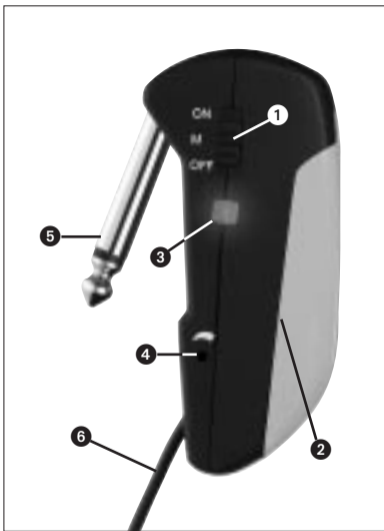

Fig. 1: Elementi di comando del GB 40
2.5 Elementi di comando (vedi fig. 1)